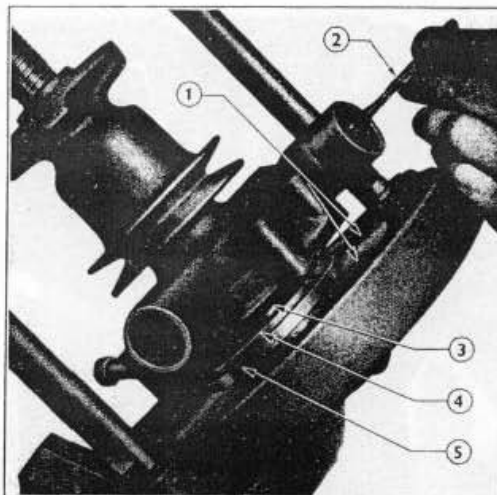

Fig. 42 = Repose de la Turbine
4. A l'aide de l'adaptateur rigide T 7000-17e fixé aux adapteurs circulaires et à fente, faire entrer à force la turbine sur l'arbre jusqu'à ce qu'on obtienne un jeu de 0,13 mm à 0,51 mm entre les pales de la turbine et la face du carter (Fig. 42).